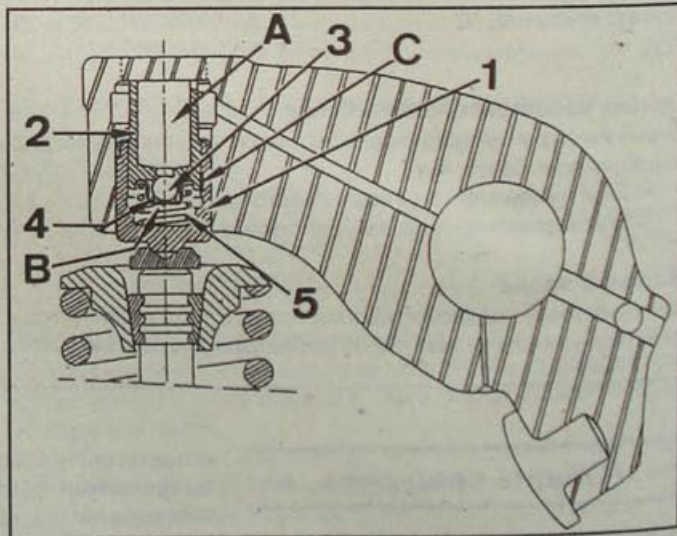

Рис. 2.2. Гидравлический толкатель
- корпуса (1, рис. 2.2), контактирующего со стержнем клапана;
- гидравлического плунжера (2);
- клапана, состоящего из шарика (3), пружины (5) и опорной шайбы (4);
- возвратной пружины (5);